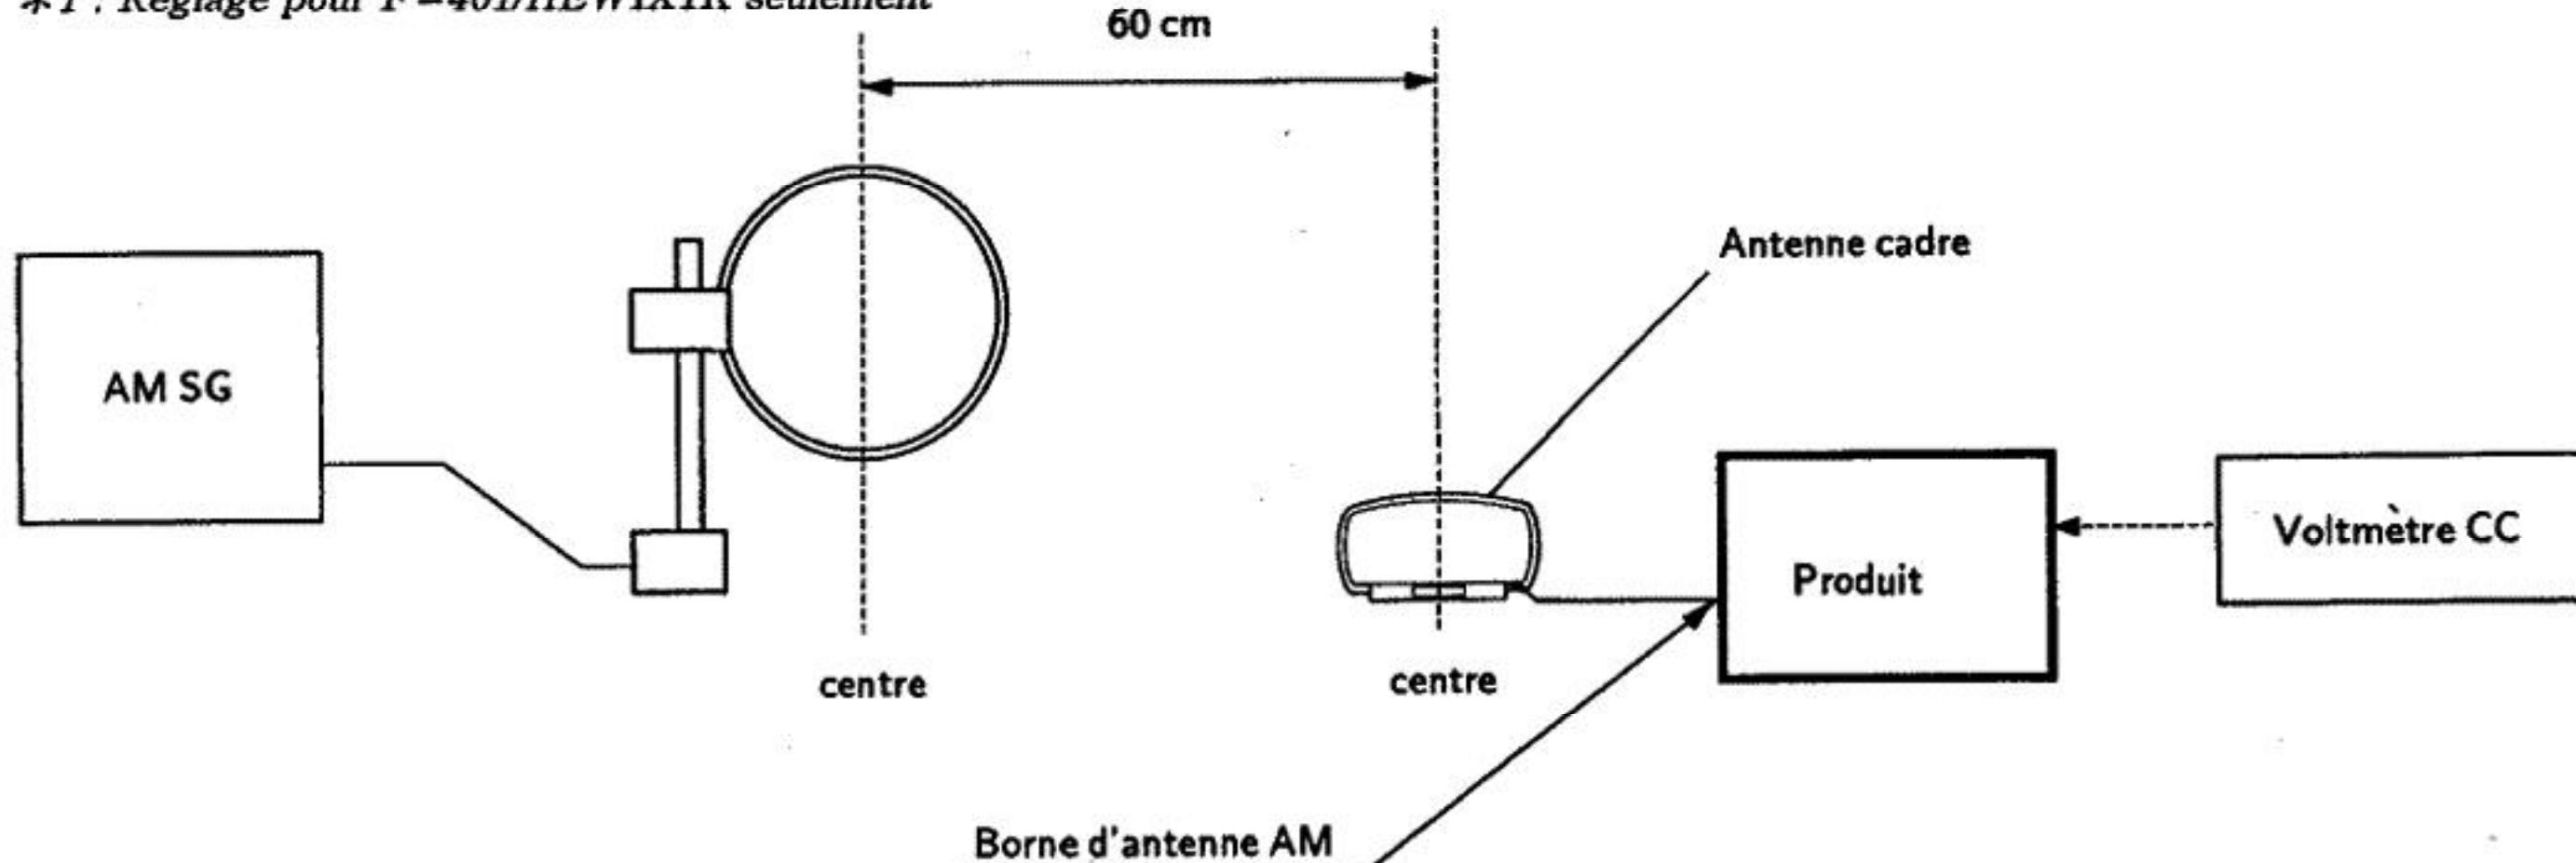

Fig. 4 – 2 Schéma de connexion de réglage AM
- Raccorder comme indiqué à la Fig. 4–2.